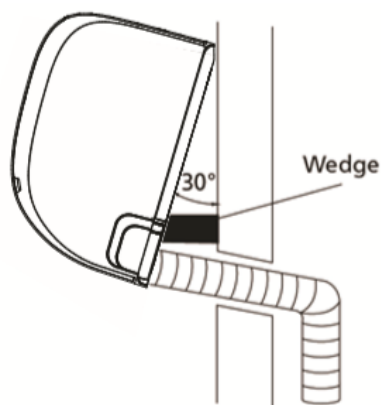

Fig. 3.11
2. Verwenden Sie eine Halterung oder einen Keil, um das Gerät abzustützen, damit Sie ausreichend Platz für den Anschluss der Kältemittelleitungen, des Signalkabels und des Ablassschlauchs haben. Ein Beispiel finden Sie in Abb. 3.11.